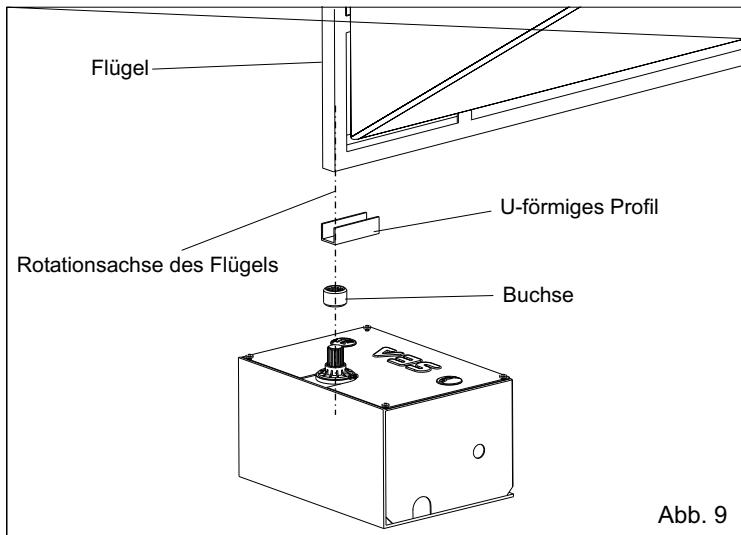

Abb. 9
3.2. Die Buchse auf dem U-förmigen Profil entsprechend der Rotationsachse des Torscharniers, positionieren (Abb. 9);